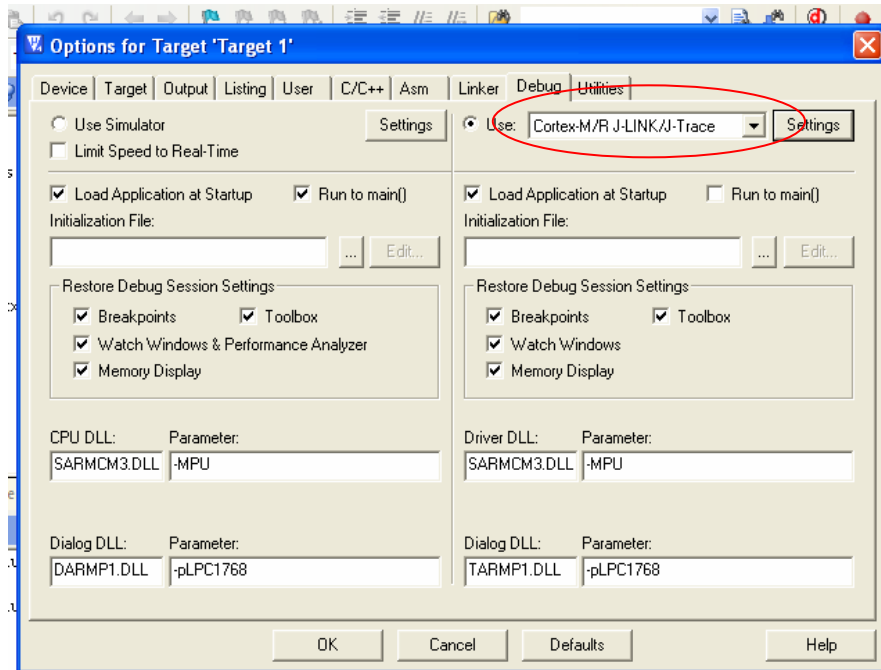
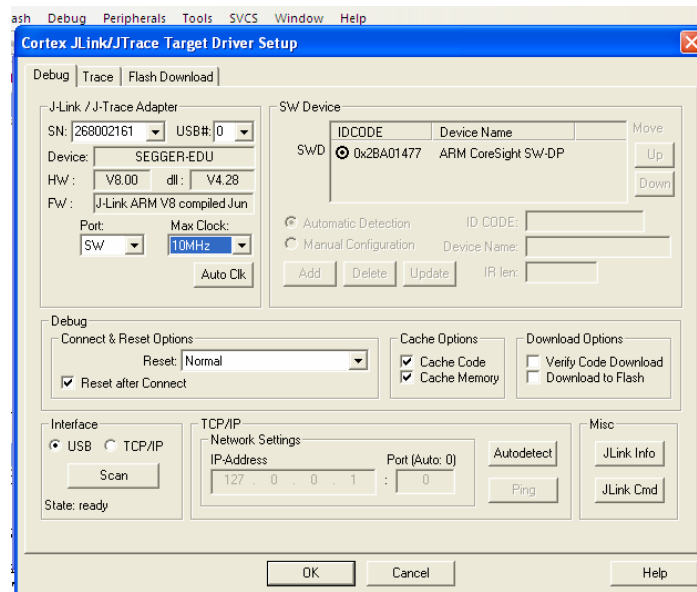

Figura 2. Menú en el que se puede seleccionar el tipo de depuración que se va a realizar:
Figura 5. Especificaciones de depuración del J-link.
Antes de iniciar el proceso de depuración *on-chip*, debemos tener el proyecto a depurar cargado en el entorno de desarrollo. El entorno de desarrollo μ Vision4 permite la depuración *on-chip* a través de adaptadores JTAG, para ello se debe activar la casilla “Use <Hardware de depuración>” en el apartado *Debug* del menú *Options for Target 1* del menú desplegable *Project*, tal y como muestra figura 2. El tipo de hardware que se debe seleccionar en nuestro caso es J-Link.
A esta misma ventana también se tiene acceso en la opción “settings” del cuadro de diálogo mostrado en la figura 2. En la pestaña “Debug” se debe seleccionar “interface USB”, mientras que el propio keil actualiza los datos referidos al J-Link, como son el número de serie (SN) y la versión de Hardware (HW). Si deseamos hacer el seguimiento en tiempo real de una variable debemos seleccionar port SW (serial wire) y pulsar sobre “Auto Clk” para que tome la frecuencia de reloj del dispositivo. Las opciones que deben estar seleccionadas se muestran en la figura 5.